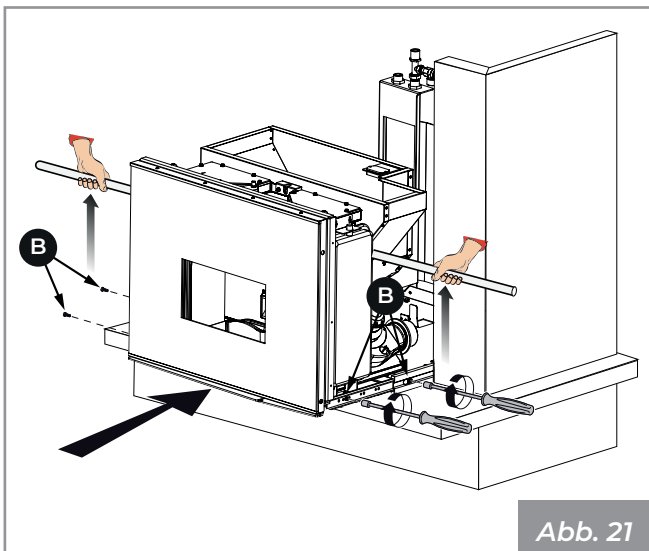

Abb. 21
- Den Ofen wieder auf die Teleskopführungen montieren und mit den 4 Schrauben (**B - Abb. 21**) befestigen